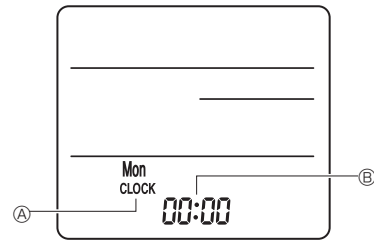

Fig. 6-8
3) Réglage (Réglage de l'horloge) (Fig. 6-8)
- ① Insérez les piles ou appuyez sur la touche ● CLOCK à l'aide d'un objet pointu.